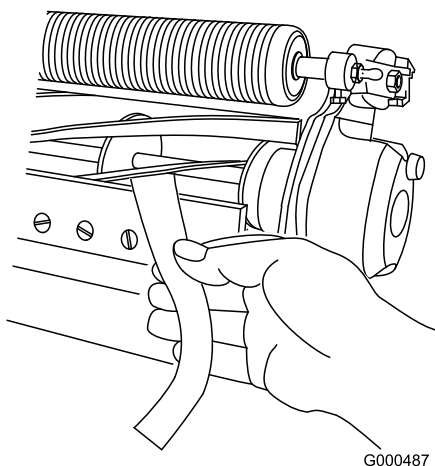

Bild 51
4. Führen Sie an einer Seite der Spindel einen langen Streifen Papier zwischen der Spindel und dem Untermesser ein (Bild 51). Drehen Sie die Einstellschraube des Untermesserträgers, während Sie die Spindel langsam vorwärts drehen, nach rechts (am selben Ende der Spindel) (Bild 50), jeweils um einen Klick, bis das Papier fest gehalten wird, wenn Sie es von vorne parallel zum Untermesser einführen. Wenn das Papier gezogen wird, sollten Sie einen leichten Widerstand spüren.
6. Vergewissern Sie sich nach dieser Einstellung, dass die Spindel Papier einklemmen kann, das von vorne eingeführt wird, und Papier schneiden kann, das senkrecht zum Untermesser eingeführt wird (Bild 51). Papier müsste sich mit minimalem Kontakt zwischen Untermesser und Spindelmessern schneiden lassen. Wenn der Spindelwiderstand zu hoch ist, müssen Sie das Mähwerk schärfen oder fräsen, um die für genaues Schneiden erforderlichen scharfen Kanten zu erhalten (weitere Informationen finden Sie in der Toro Bedienungsanleitung für das Schärfen der Spindeln).